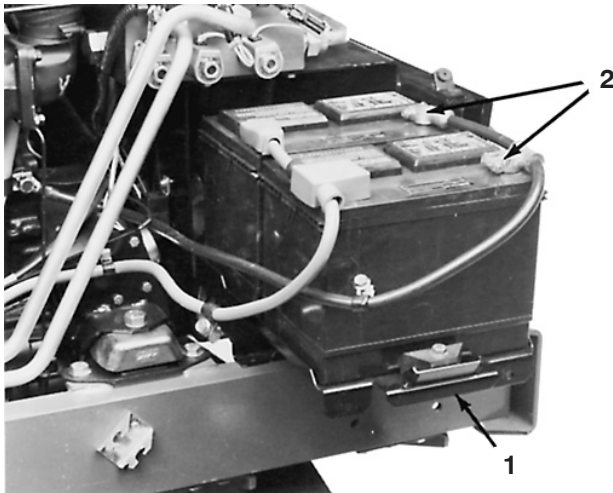

Figure 54
2. Retirez les vis de fixation du support de batteries et sortez le support (Fig. 54).
4. Débranchez les connecteurs des câbles négatifs (–) des batteries (Fig. 54). Connectez un chargeur de 3 à 4 A aux bornes des batteries. Chargez les batteries au régime de 3 à 4 ampères durant 4 à 8 heures.